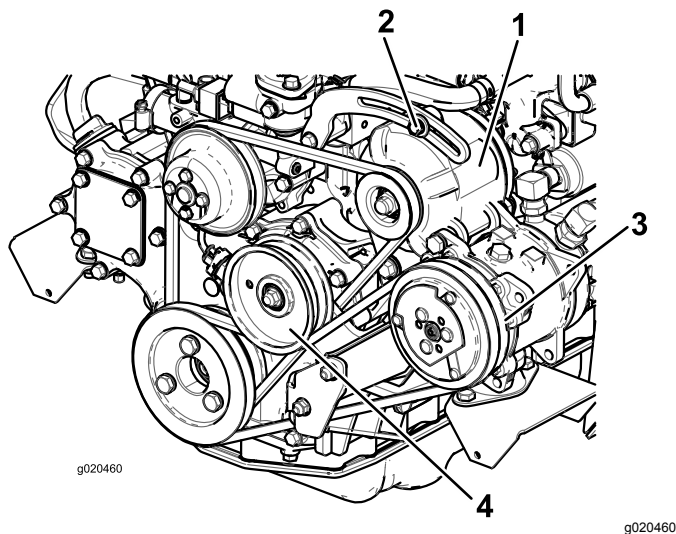

Figura 96
Verifique o estado e a tensão da correia (Figura 96) após cada 100 horas de funcionamento.
2. Se a deslocação obtida não for igual a 10 mm, deve desapertar os parafusos de montagem do alternador (Figura 96). Aumente ou diminua a tensão da correia do alternador e aperte os parafusos. Verifique uma vez mais a deslocação da correia para se certificar de que a tensão está correta.
2. Se o desvio obtido não for igual 10 mm, deverá libertar o parafuso de montagem da polia intermédia (Figura 96). Aumente ou diminua a tensão da correia do compressor e aperte o parafuso. Verifique uma vez mais a deslocação da correia para se certificar de que a tensão está correta.